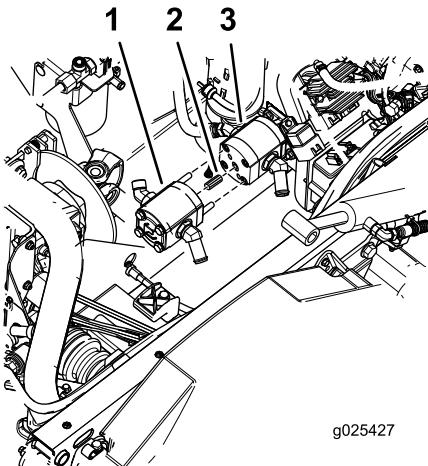

図 7
4. 長いボルト2本を使用して、既存のポンプにハイフローポンプを組み付ける図 7。